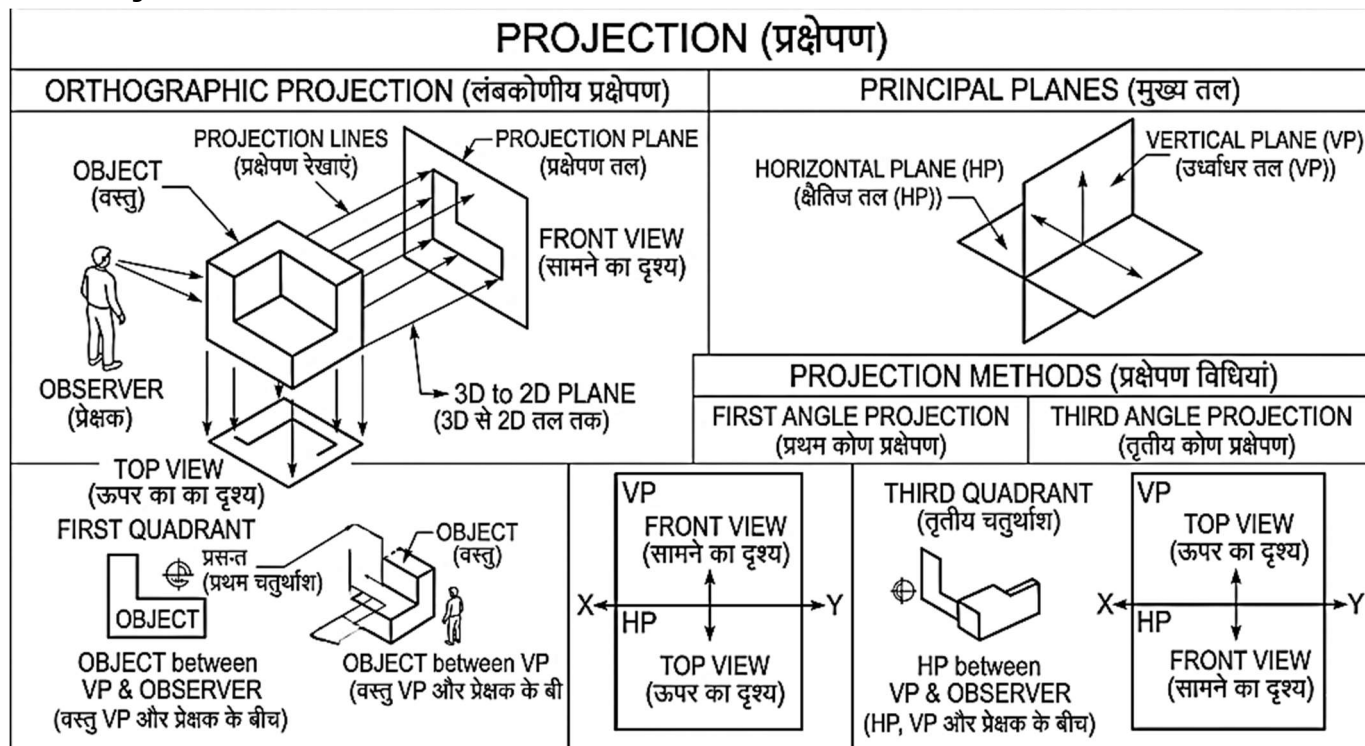

Fig. 2.9: Orthographic Projection and Its Types | ऑर्थोग्राफिक प्रक्षेपण एवं उसके प्रकार
2.9.1 Definition: (Fig. 2.9)
2.9.1 परिभाषा: (Fig. 2.9)